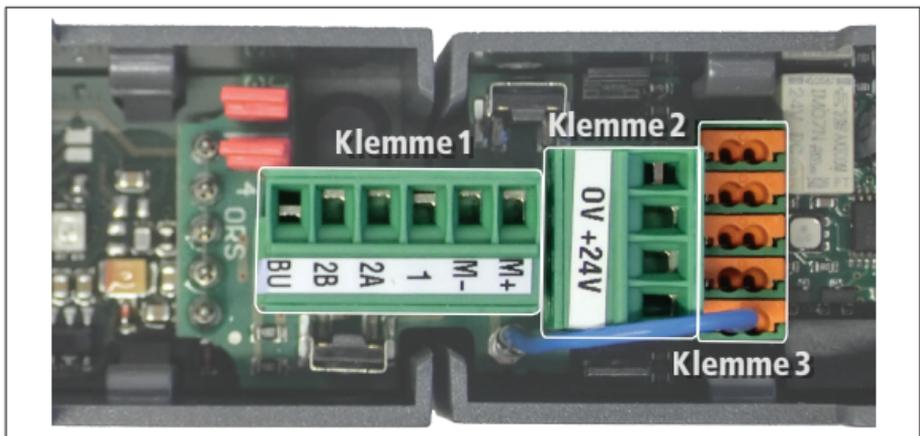

Abb. 7: Klemmen NAG RSZ
3. NAG RSZ und ORS 142W-RSZ mittels Leiterplatte VAP 01 miteinander verbinden. Blaues Anschlusskabel in Klemmenkontakt 2 auf Klemme 3 einführen (siehe Abb. 7 auf Seite 18).